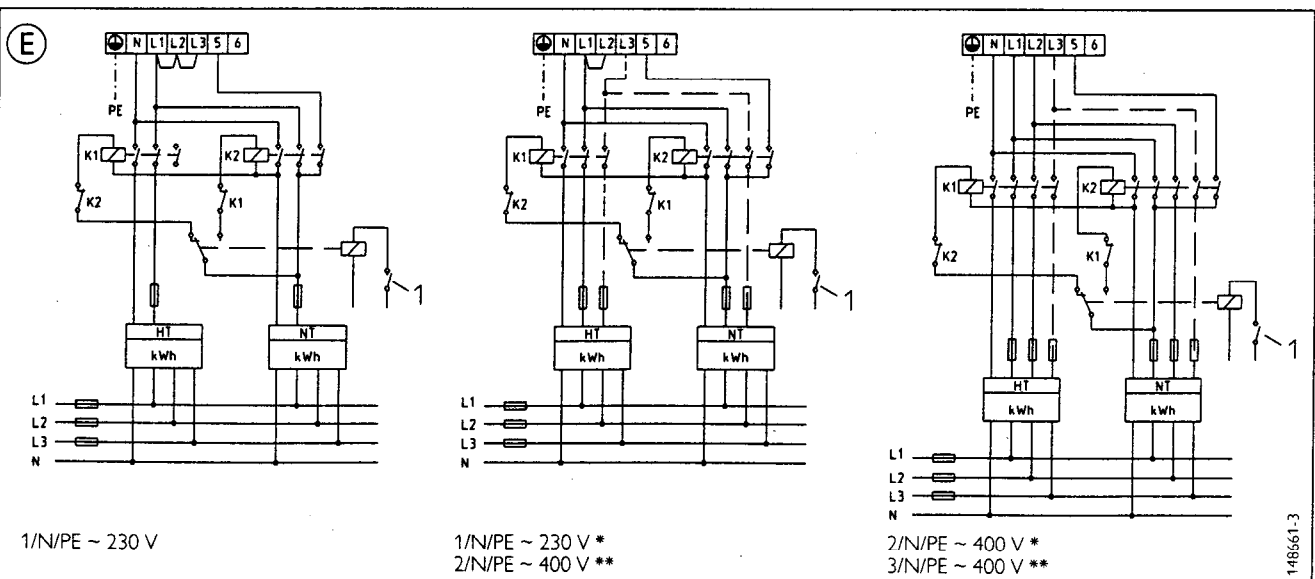

Abb. 18/ Fig. 18/ Afb. 18
© Zwei-Zähler-Messung, Abb. 18
- © Dual meter mode, Fig. 18
- © Installation avec deux compteurs d'énergie, fig. 18
- © Meting met twee kWh-meters, afb. 18